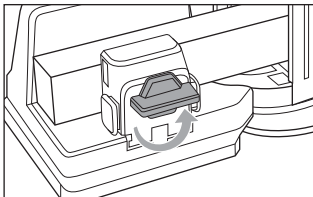

Abb. 8
- ◆ Drehen Sie den Feststellknopf **5** gegen den Uhrzeigersinn, um das Holzwerkstück zu lösen (siehe Abb. 8).